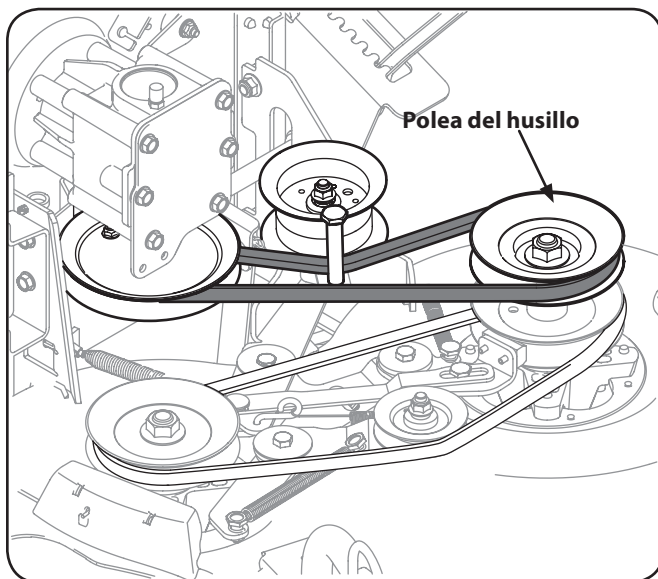

Figura 6-10
7. Extraiga la correa superior del husillo de transmisión, para lo que debe pasarla alrededor de la polea del husillo como se indica en la Figura 6-10.